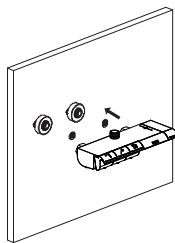

Abbildung 1
- d) Schrauben Sie die dekorativen Abdeckungen an die Wand (Abbildung 1).